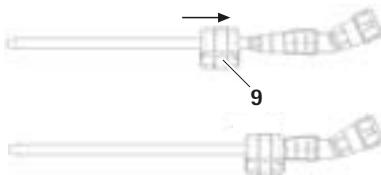

Fig. 3 Bloc d'insertion avec pince de verrouillage enfournée
- Maintenir pressée la pince de verrouillage 9 du bloc d'insertion 4 et pousser ce dernier par-dessus la pièce à main pour fraise 6, voir Fig. 3.